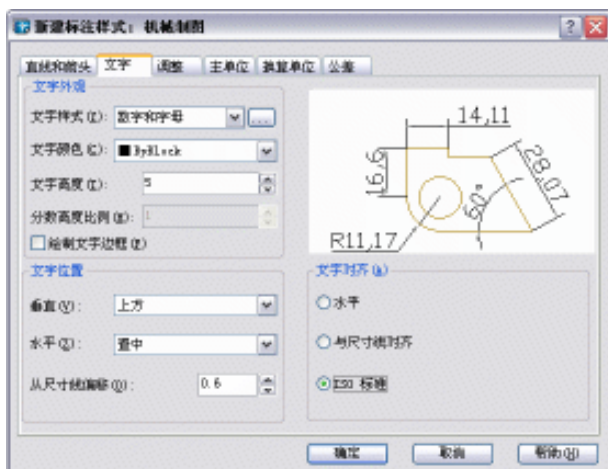

图 1-7-11
- STEP 04** 单击“文字”选项卡，打开如图 1-7-11 所示对话框，对标注文本的格式进行设置。在“文字外观”区域的“文字样式”下拉列表框中指定字体为“数字和字母”，指定“文字颜色”为“随层”，在“文字高度”中指定文字高度为 5。在“文字位置”区域中的“垂直”下拉列表框中指定标注文字的垂直位置为“上方”，在“水平”下拉列表框中指定水平位置为“置中”，在“从尺寸线偏移”中指定文字离尺寸线的距离为 0.6，在“文字对齐”区域指定文字对齐方式为“ISO 标准”。